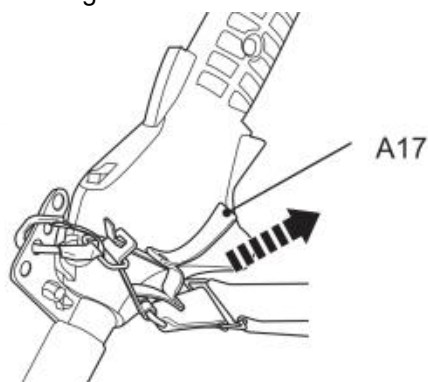

Fig. 34
5. Im Notfall den vorderen Griff (A27) mit der linken Hand festhalten und mit der rechten Hand am Seil (A17) ziehen (Abb. 34). Die Metallverriegelungsstange löst sich aufgrund des Gewichts des Produkts automatisch aus der Sicherungsklammer.